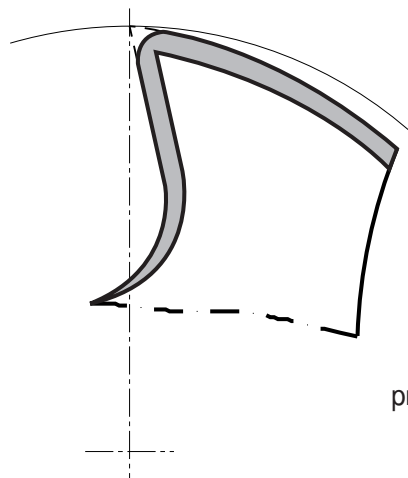

рис. 1
- б) переточка канавок (см. Рисунок 1)